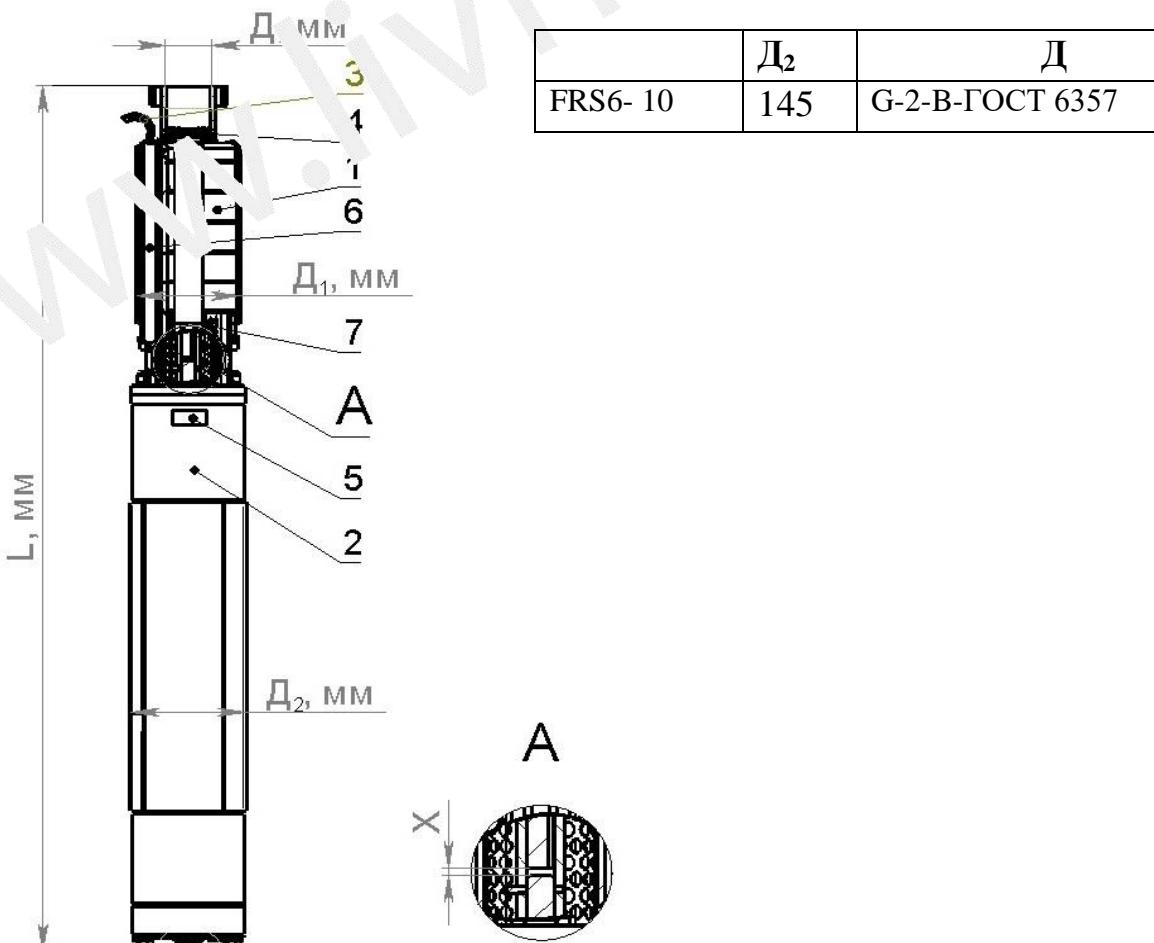

Рис.1
Агрегат FRS (см. рис.1) состоит из: насосной части поз. 1; электродвигателя поз. 2; проводов токоподводящих поз. 3; клапана поз. 4; таблички поз. 5; кожуха защитного поз. 6; сетки защитной поз. 7.
6.3.2 Водоподъемную трубу ввернуть в патрубок агрегата до отказа (см. рис.1). По просьбе заказчика за отдельную плату могут поставляться переходные втулки на трубы, диаметр которых, не совпадает с диаметром резьбы насоса.
- придерживая вал насоса в верхнем положении (см. п. 2), установить насос на фланец электродвигателя и замерить размер “X” между концами валов (см. рис. 1);